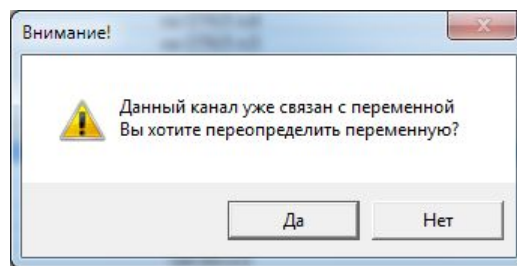

Рис. 14 Предупреждающее сообщение
- Щелчком левой кнопки мыши выбирается вход или выход из списка в левом или правом столбцах. Если входу (выходу) уже присвоено значение переменной – появляется сообщение, показанное рис. 14;